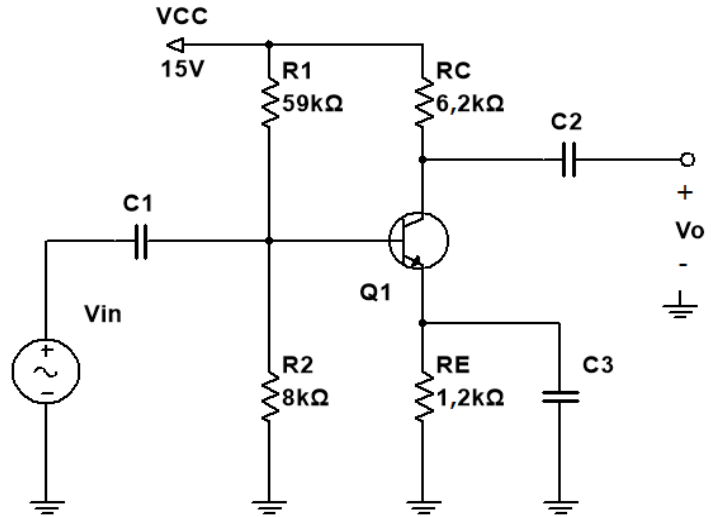

Figura 18
32. Para o circuito amplificador representado na Figura 18, considere os capacitores $C1$, $C2$ e $C3$ ideais e, para o transistor, utilize $\beta = 150$, $r_e = 26 \text{ mV}$, $r_o = 50 \text{ k}\Omega$ e $V_{BE} = 0,7 \text{ V}$.